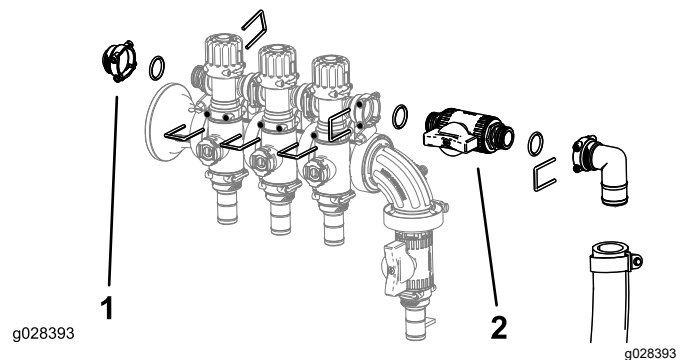

Bild 6
5. Befestigen Sie die Teile zur Einstellung des Überstromventils, den Blinddeckel, die O-Ringe, das Abstellventil und das Anschlussstück sowie den Schlauch mit den zuvor entfernten Haltern, wie in **Bild 6** abgebildet.